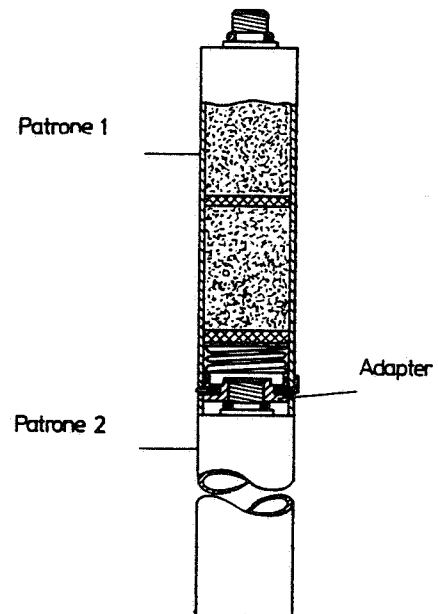

Bild 10:
- Patronen ausschrauben und neue einsetzen. Es werden 2 Patronen in jeden Filter hintereinander eingeschraubt. Dazu hat jede Trockenfilterpatrone am unteren Ende einen Adapter mit Innengewinde. Bild 10.